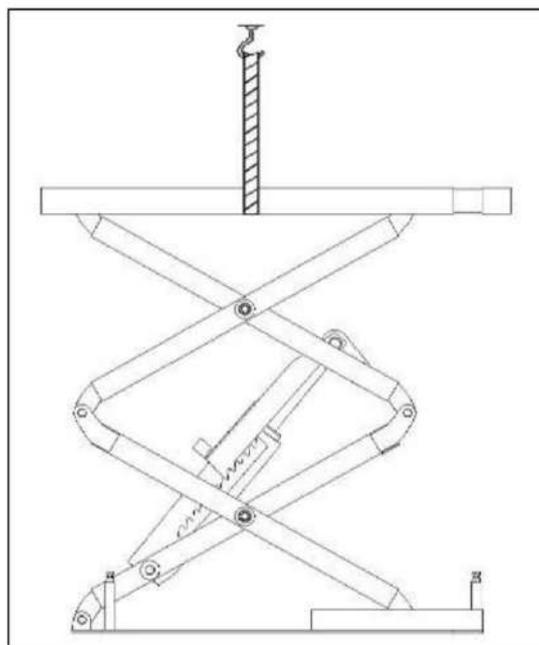

Рисунок 13
- ° Используйте вилочную тележку или другое подъемное оборудование для подъема платформы (рис. 13) и убедитесь, что предохранительное оборудование машины включено и заблокировано.